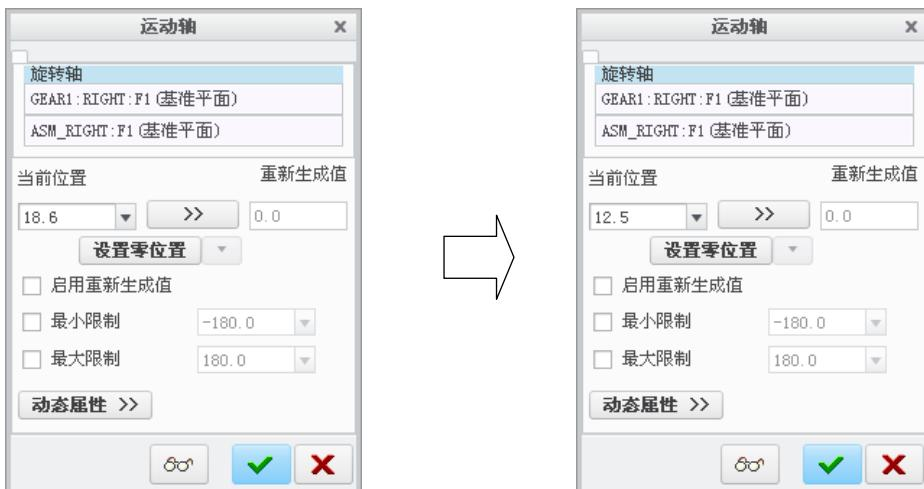

图 7.1.13 “运动轴”对话框
- ① 在“查找”列表中选取“旋转轴”。
- ② 在“查找范围”列表中选取 GEAR_ASM.ASM 装配，单击 **立即查找** 按钮。
- ③ 在结果列表中选取连接轴 Connection_1c.first_rot_axis，单击 **>>** 按钮加入选定栏中。
- ④ 单击对话框的 **关闭** 按钮。
Step2. 右击，在弹出的快捷菜单中选择 **编辑定义** 命令，系统弹出图 7.1.13 所示的“运动轴”对话框，在该对话框中进行下列操作：
- (1) 在 **当前位置** 文本框中输入数值 12.5，如图 7.1.13 所示。
- (2) 单击“运动轴”对话框中的 **√** 按钮。